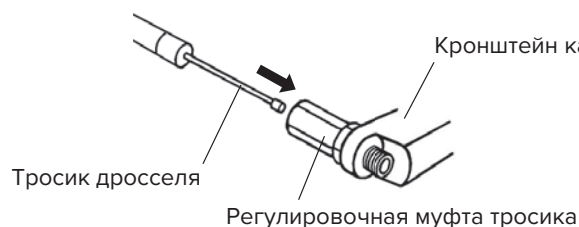

Рис. 2a
1. Вставьте тросик дросселя в регулировочную муфту (рис. 2a).